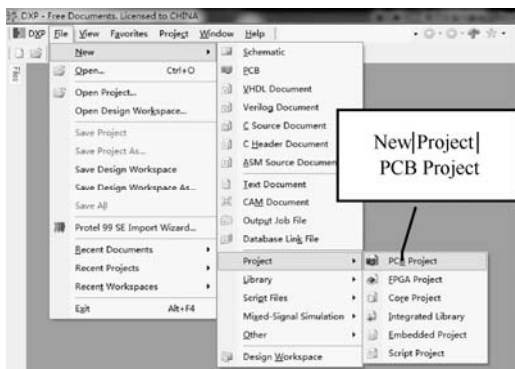

图 2-1-3 新建工程项目文件
(1) 启动 Protel，单击“File”→“New”→“Project”→“PCB Project”菜单命令，将新建一个设计工程项目文件。新建工程项目文件菜单如图 2-1-3 所示。